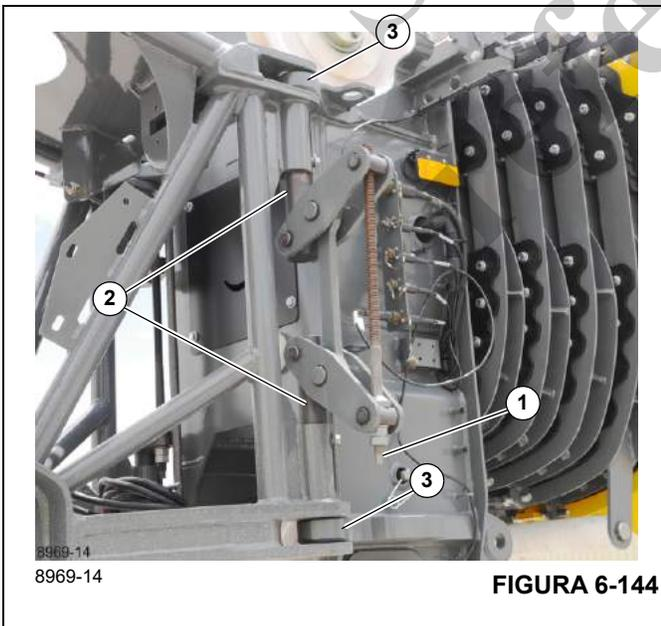

FIGURA 6-144
- En el lado izquierdo de la punta de la pluma, use un destornillador de golpe para girar el tornillo separador (1), (Figura 6-144), en sentido horario para retirar los pasadores (2), (Figura 6-144), de las orejetas de fijación (3), (Figura 6-144).